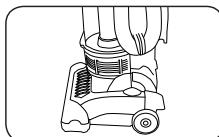

Fig. 2
2. Position verticale - pour le rangement ou lorsque des outils de nettoyage sont utilisés (Fig. 2). La poignée se verrouille dans cette position.